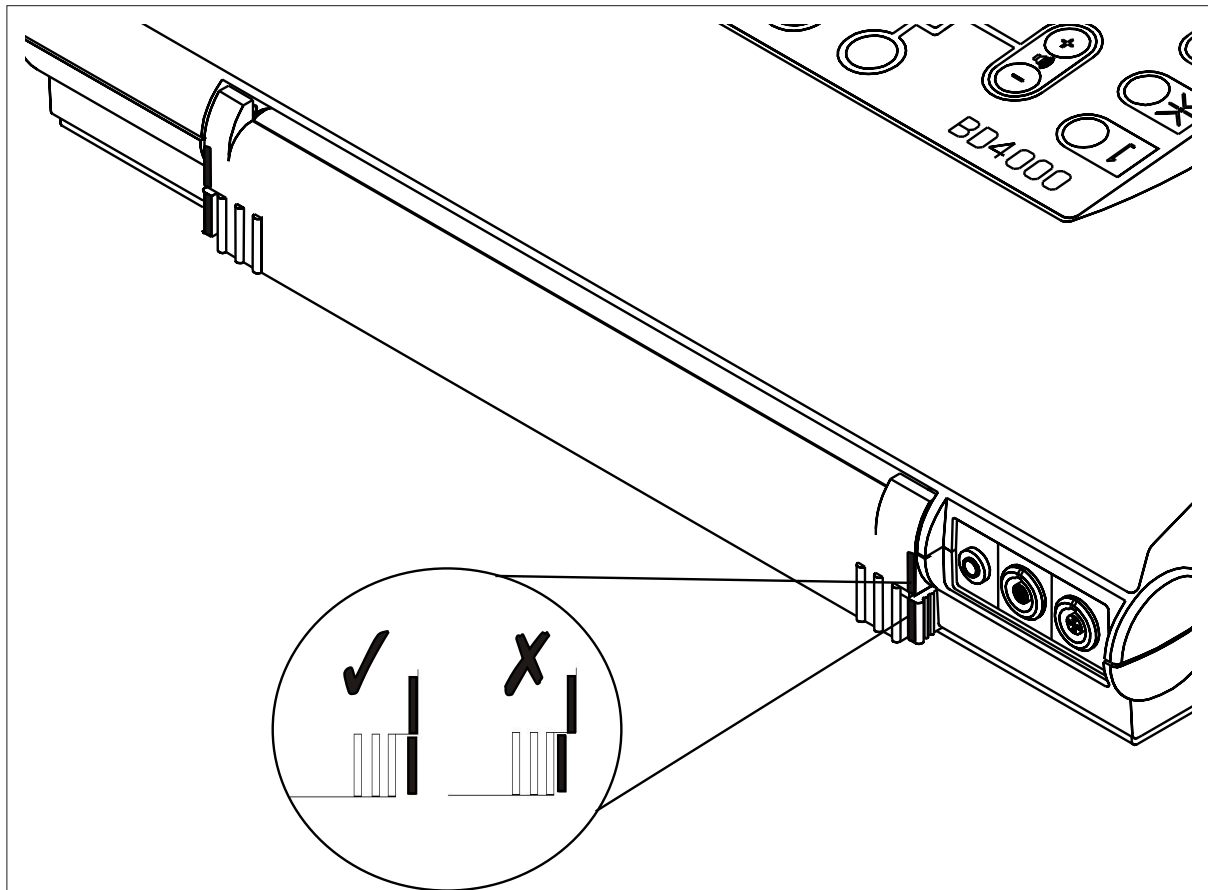

Abbildung 5 Schieben Sie den Papierfach mit beiden Händen fest zu.
*Gehen Sie sicher, daß beide Riegel richtig eingerastet sind (Siehe Abb. 5). Ist das Papierfach nicht richtig verschlossen, so kann dies zu Druckversagen oder schlechter Druckqualität führen.*